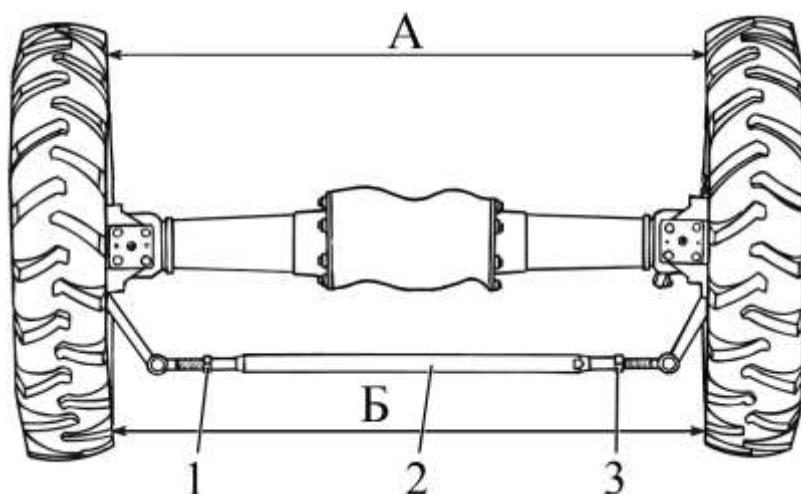

Рисунок 6.4.10 – Схема регулировки сходимости передних колес
3. Замерьте расстояние «A» (рисунок 6.4.10) на высоте центров колес спереди и сделайте видимые отметки в местах замера.